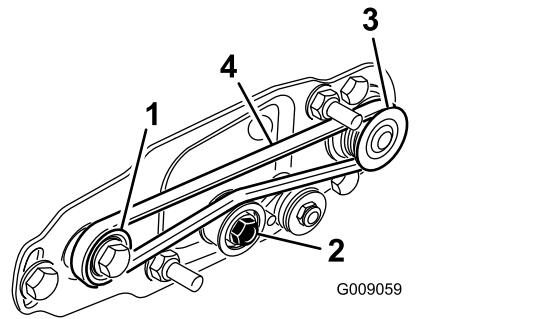

図35
2. リールを回しながらつままり駆動プーリを回しながら、駆動プーリからベルトをはずす図35。